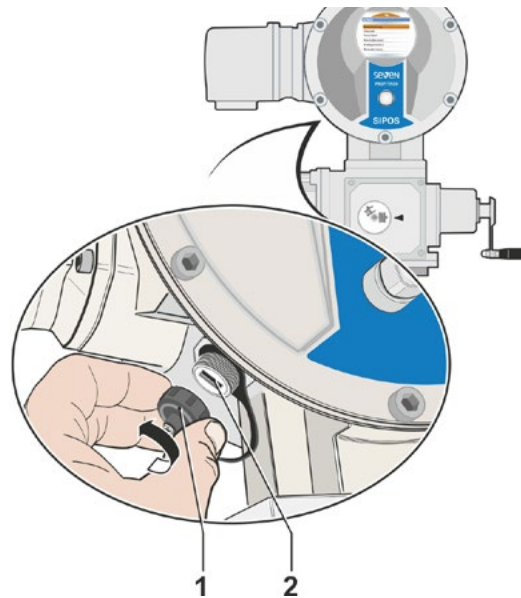

Fig. 1: Presa USB
1. Svitare il cappuccio della presa USB (fig. 1, pos. 1) (è legato con un cordoncino di plastica per evitare che vada perso).
2. Collegare alla presa USB (pos. 2)